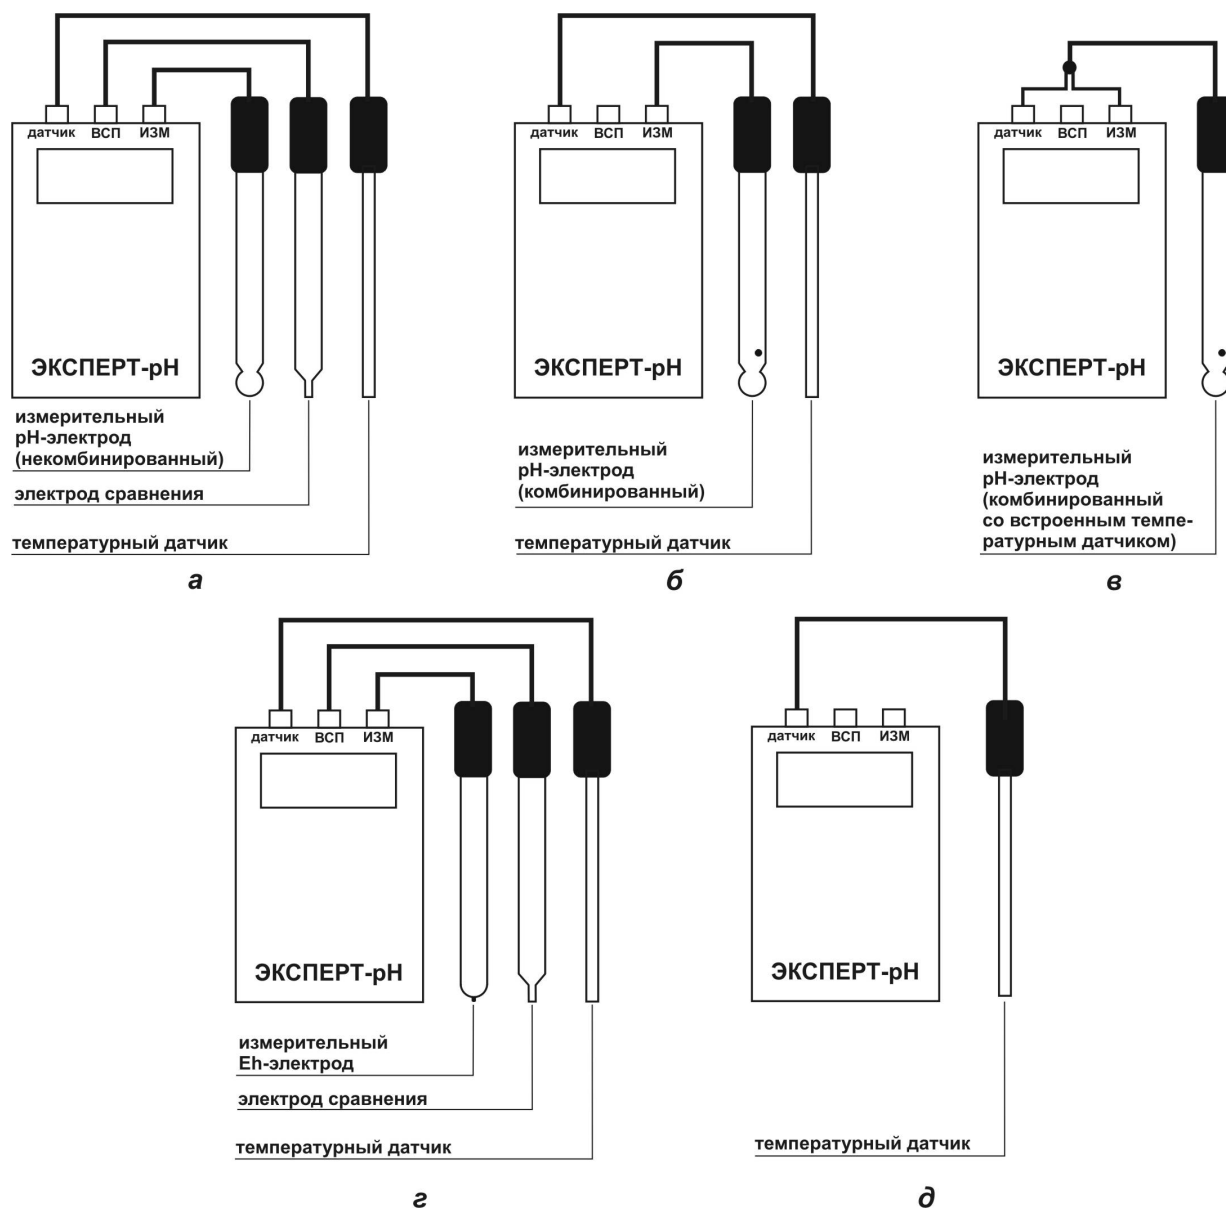

Рисунок 6.1 – Схемы подключения электродов и температурного датчика к прибору:
6.4.1.6 Собирают схему, показанную на рис. 6.1(а), 6.1(б) или 6.1(в) (в зависимости от применяемой электродной системы), закрепляют электроды и температурный датчик в штативе и погружают их в первый буферный раствор.
6.4.2.3 Собирают схему, показанную на рис. 6.1(д) и погружают температурный датчик в воду, находящуюся в термостате, на 13 см.